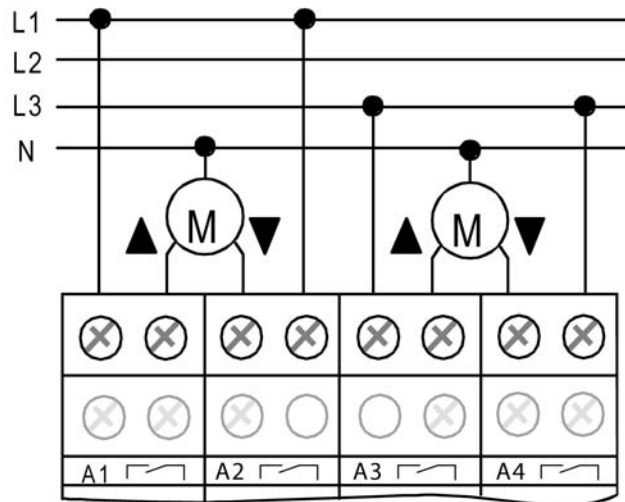

Bild 3: Elektrischer Anschluss für 230 V-Antriebsmotoren im Jalusiebetrieb
- Antriebsmotoren gemäß Anschluss-Beispiel anschließen (siehe Bild 3).